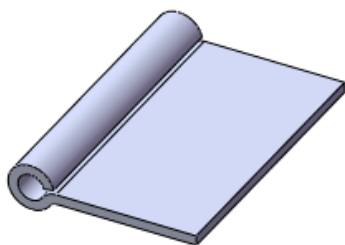

图 11-5 生成拉伸实体
③生成“拉伸”特征。单击“特征”工具栏中的“拉伸凸台/基体”按钮,或执行“插入”→“凸台/基体”→“拉伸”菜单命令,系统弹出“凸台-拉伸”属性管理器,在“深度”栏中键入 80,然后单击“确定”按钮,结果如图 11-5 所示。